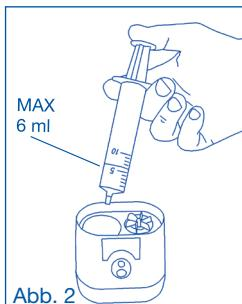

Abb. 2
**2. Die Medikamentdosis (Max. 6 ml) in die Auffangschale geben (bei Spritzen entfernen Sie bitte die Nadel) (Abb. 2); es ist empfehlenswert, das Heilmittel mindestens bis auf 4 ml mit physiologischer Lösung zu verdünnen um die Verneblung zu optimieren.**